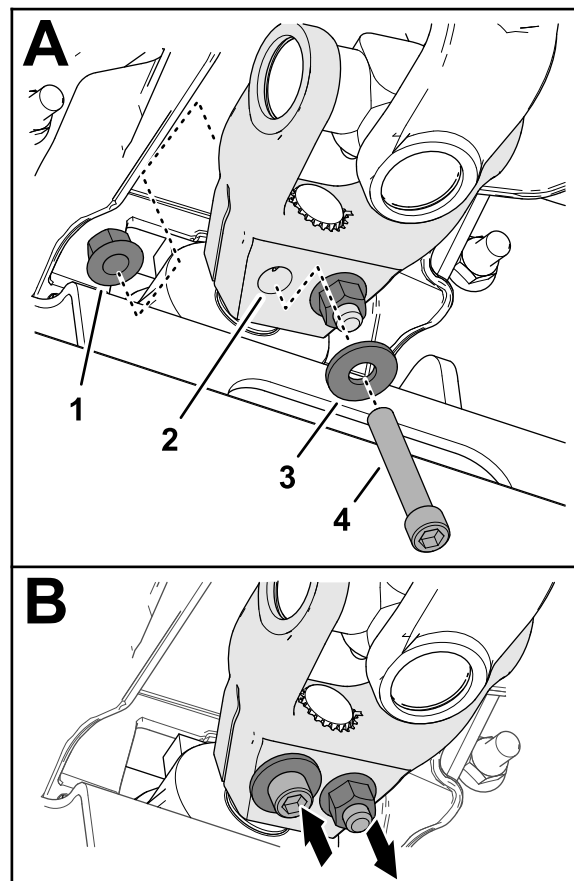

Figure 19
6. Insérez une vis à tête creuse ($\frac{3}{8}$ " x $2\frac{1}{4}$ ") dans une rondelle ($\frac{3}{8}$ ") et dans le trou de la chape de l'arbre d'entraînement (Figure 19), et fixez la vis en place avec un contre-écrou à embase ($\frac{3}{8}$ ").
7. Insérez une vis à tête creuse ($\frac{3}{8}$ " x $2\frac{1}{4}$ ") dans une rondelle ($\frac{3}{8}$ ") et dans le trou de la chape de l'arbre d'entraînement en passant par l'autre côté (Figure 19), et fixez la vis en place avec un contre-écrou à embase ($\frac{3}{8}$ ").